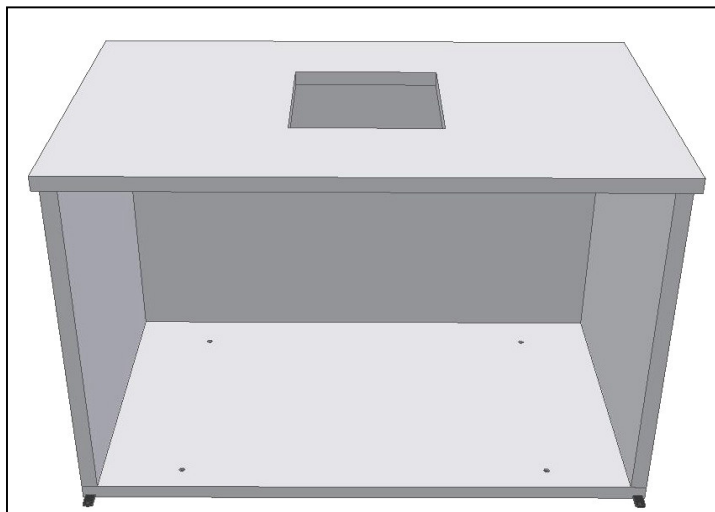

Fig. 7
- Placer **le panneau du plateau** sur les panneaux latéraux et sur le panneau arrière, serrer seulement le panneau arrière (Fig.7);